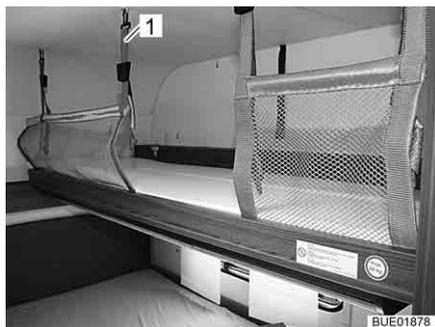

Fig. 90 Cama plegable de armario con red de seguridad extendida
- Enganchar los cinturones de retención (Fig. 90,1) en los ganchos del techo.